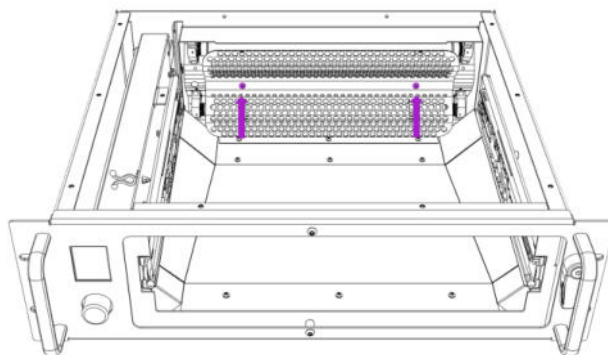

Fig. 19
2. Vuelva a colocar el panel de protección de la lámpara UV-C y vuelva a colocar los tornillos (Fig. 19).